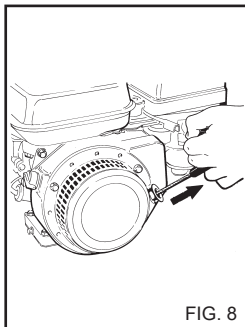

FIG. 8
- 4) Arrancar el motor de explosión tirando del cable autoenrollante (fig. 8).